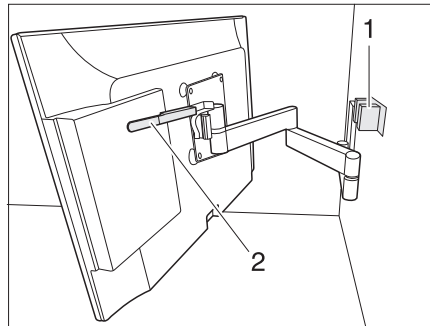

Bild 55 Halterung mit Gelenkarm
- Hebel (Bild 55,1) nach unten drücken um Flachbildschirm aus Arretierung (Bild 55,1) zu lösen. Hebel loslassen.